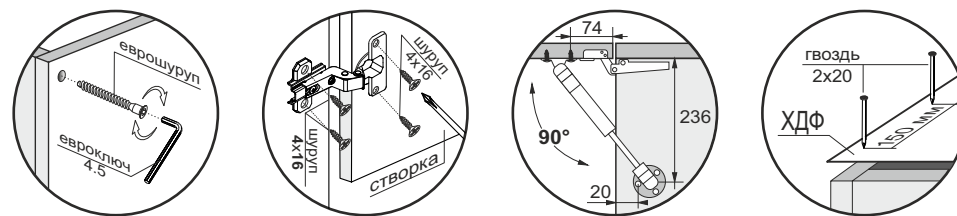
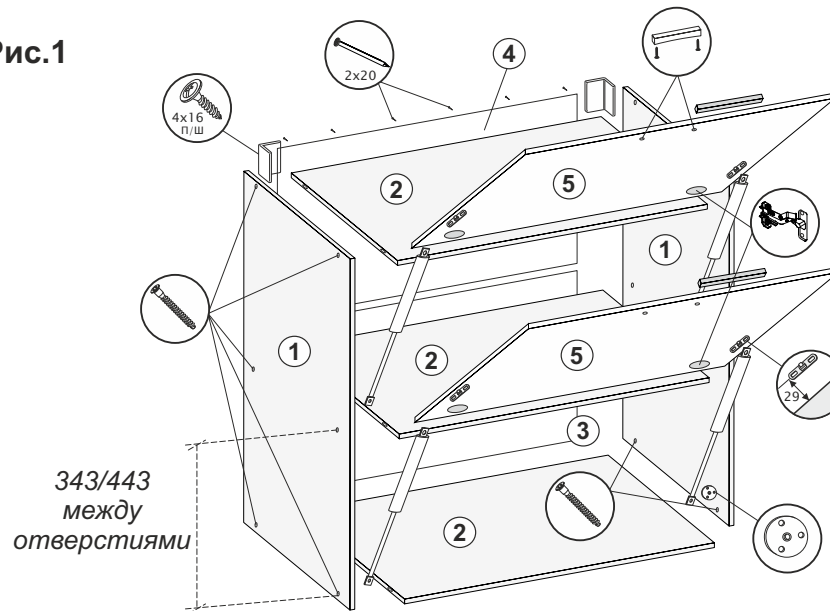

Рис.1
Рис.2 Створка со стеклом (тыльная сторона)
1. Соединить боковины (1) и стяжки (2) еврошурупами (рис.1).
2. Перевернуть изделие лицевой частью вниз и измерить диагонали секции (они должны быть равны: +/- 2 мм). Прибить гвоздями 2x20 заднюю стенку из ХДФ (3,4) (рис.1).
3. Приложить навесы к боковинам (1) не ближе 3 мм от верхней стяжки (2). Через отверстие Ø15 мм нанести отметки на ХДФ (4) и просверлить отверстия в местах крепления к стене. Затем прикрутить навесы к боковинам (1) шурупами 4x16 П/Ш (рис.1,3).
4. Соединить боковины (1) с рядом стоящими секциями межсекционными стяжками, предварительно просверлив отверстия Ø5.
5. В секциях со стеклом, использовать клеймеры и шурупы 3x16 для крепления стекла к створке (5) (рис.2).
6. Навесить створки (5), используя петли и шурупы 4x16 (рис.1). При необходимости отрегулировать петли. **Монтировать и регулировать створки после окончательной сборки всех коробов кухни!**
7. Установить газ-лифты на боковины (1) и створки (5) с помощью шурупов 4x16 (рис.1).
8. В створках (5) досверлить отверстия Ø5, плотно прижав лицевую часть створки к твердой поверхности, и прикрутить ручки соответствующими по длине шурупами/винтами (рис.1).